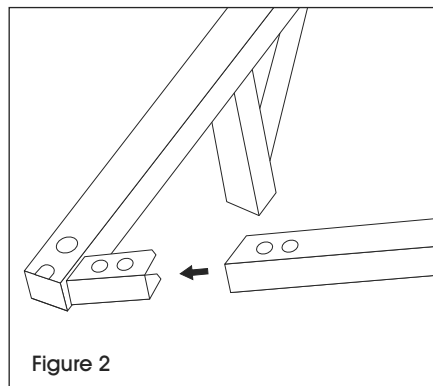

Figure 2
2. Slide the frame and the frame cross bar together, aligning the bolt holes. (See Figure 2)
2. Insérez les socles dans la traverse de socles en prenant soin d'aligner les trous de boulon. (Voir Figure 2)